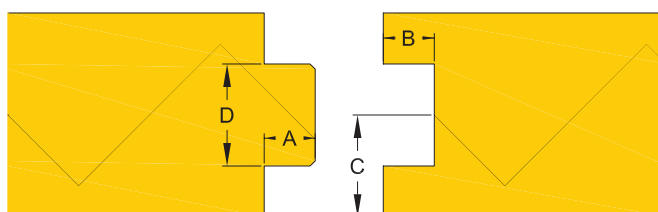

Fig. 3
1. Het Euroroof® Max-paneel (zie fig. 3)